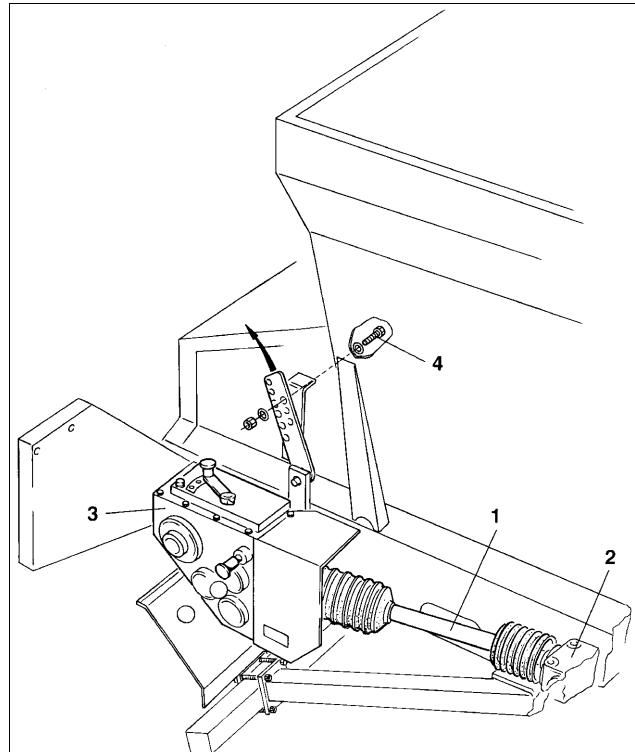

Рис. 73
1. Снимите карданный вал (Рис. 73/1) с приводного вала под высокопроизводительным распределителем и подсоедините к угловому редуктору (Рис. 73/2) силового колеса. Чтобы карданный вал (Рис. 73/1) не сильно изгибался, поверните соответствующим образом редуктор ленточного транспортера (Рис. 73/3). Открутив болт с шестигранной головкой M16 (Рис. 73/4) можно соответствующим образом регулировать редуктор. Установленное положение зафиксируйте болта с шестигранной головкой.